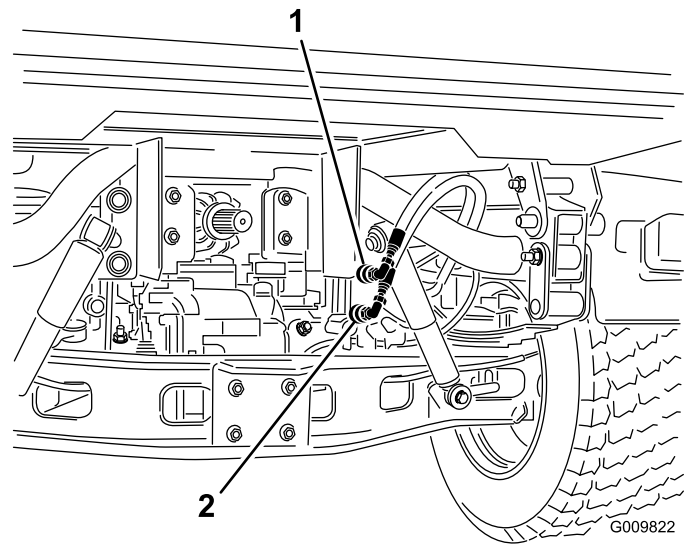

Bild 75
2. Schließen Sie an beiden Fahrzeugen die beiden Schnellkupplungsschläuche von den Schläuchen ab, die an der Schnellkupplungshalterung befestigt sind (Bild 75).